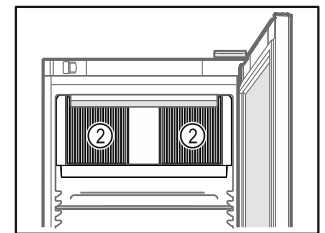

Fig. 57
- Mantenere libere le fessure di ventilazione Fig. 57 (2) della ventola di ricircolo nel vano interno.